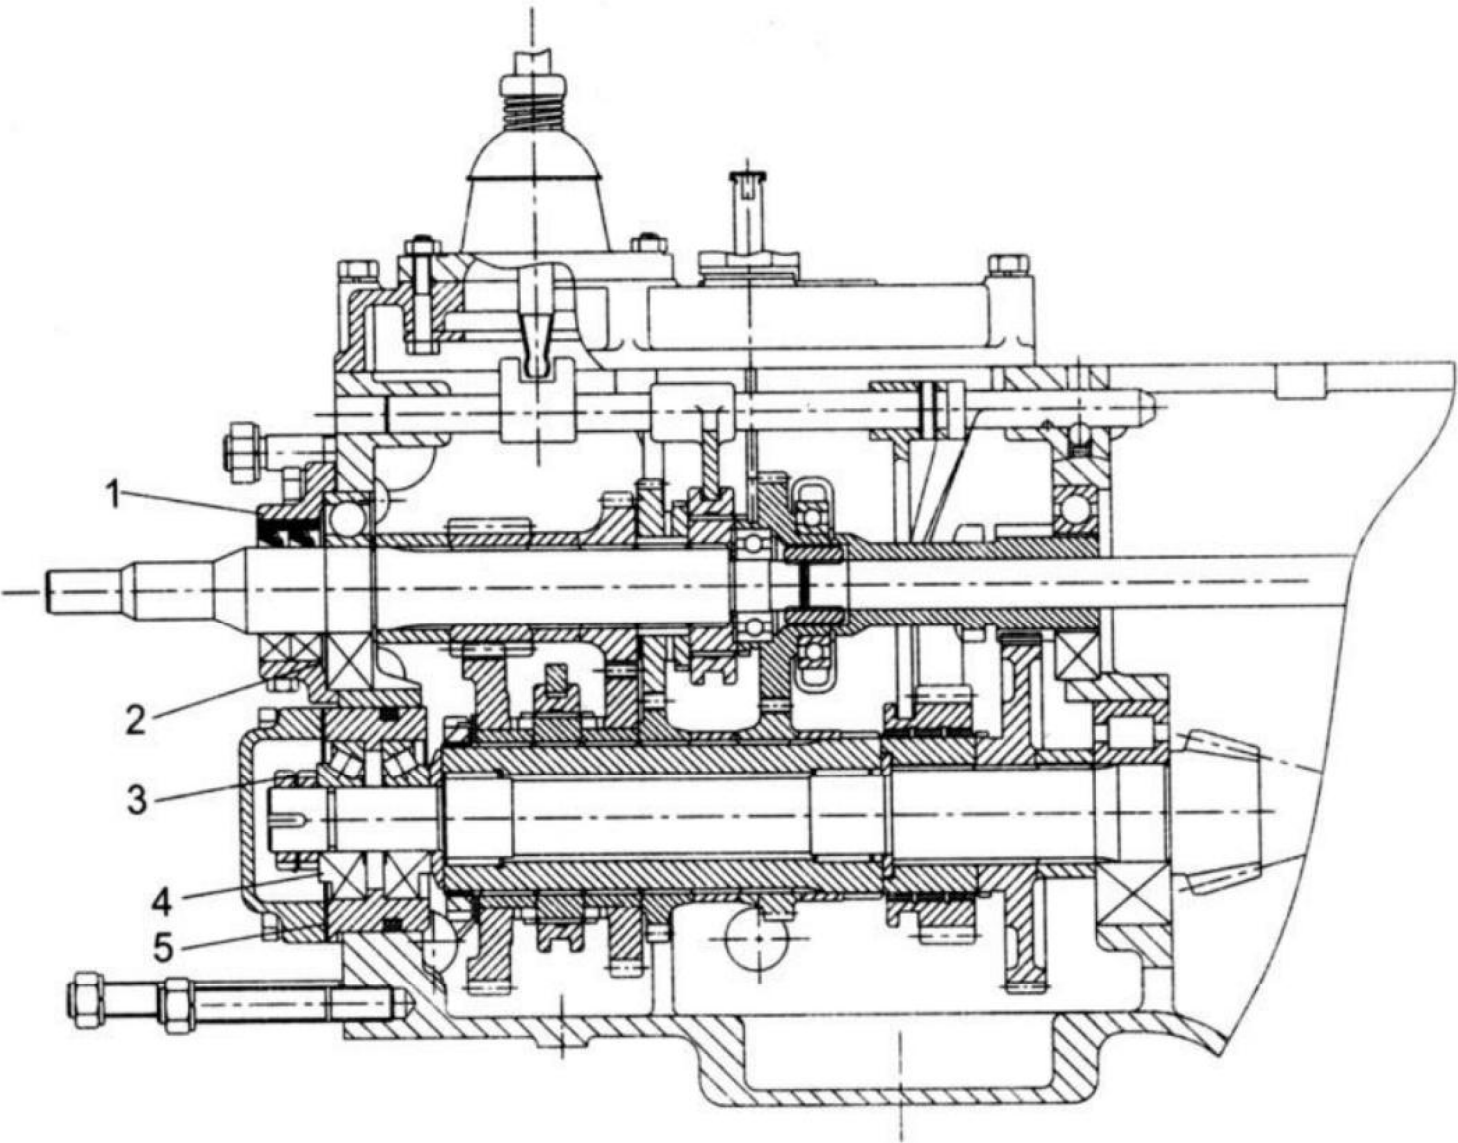

Figura 3-4 Composición de la caja de transferencia
La caja de transferencia se compone de 4×(21) engranajes rectos y no es necesario ajustar durante el funcionamiento, excepto durante el montaje o después de la revisión del sistema de transmisión. La figura 3-4 muestra la composición de la caja de transferencia y siga las instrucciones a continuación para ajustarla.
Ajuste del patrón de contacto: aumente o disminuya el grosor de la cuña 5 en la parte delantera del eje de salida (figura 3-4) y gire la tuerca de ajuste 2 en los dos lados del diferencial (figura 3-5) para cambiar la posición relativa de los engranajes para que como para cambiar el patrón.